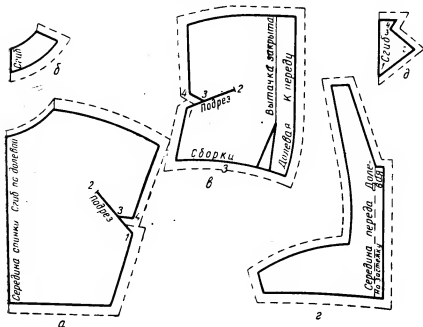

Рис. 301. Подготовка выкройки лифа комбинированного платья с цельнокроеным рукавом к раскрою:
**Спинка.** Выкройку спинки укладывают так, чтобы середина спинки (рис. 301, а) и кокетка спинки (рис. 301, б) были по долевой нити на сгибе ткани.
**Полочка.** Нагрудную вытачку следует закрыть и сделать разрез так, чтобы вытачка перешла в низ фасонного подреза (рис. 301, в). Средину полочки укладывают на ткани так, чтобы
ее середина была по долевой нити (рис. 301, г). Боковую часть лифа укладывают по долевой нити ткани с обозначением «Долевая».
**Ластовица.** Линию А18 укладывают так, чтобы она была на сгибе ткани (рис. 301, д).
**Раскрой.** Все выкройки прикалывают булавками, дают припуски на швы по установленным правилам и затем раскраивают. Ластовицу кроют так же, как ластовицу к комбинированному платью с цельнокроеным рукавом (см. рис. 301, д).